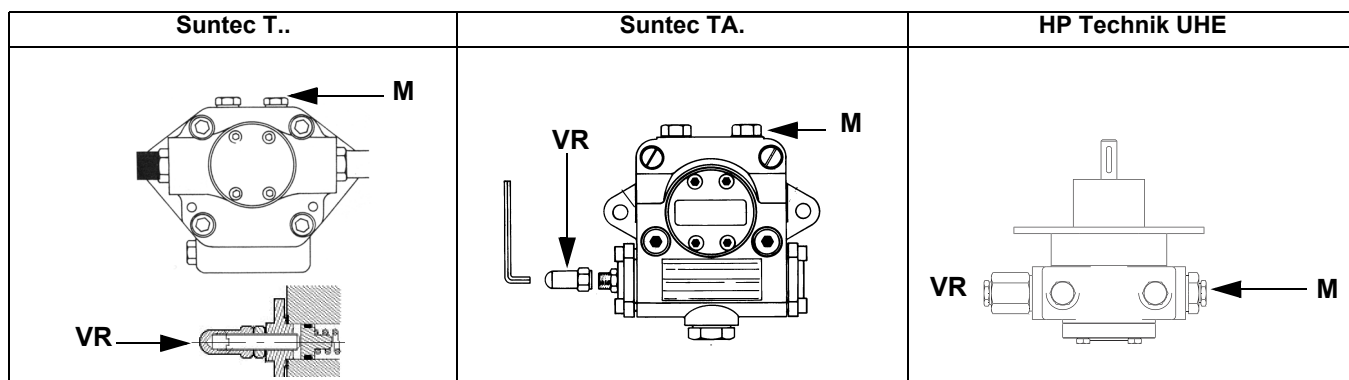
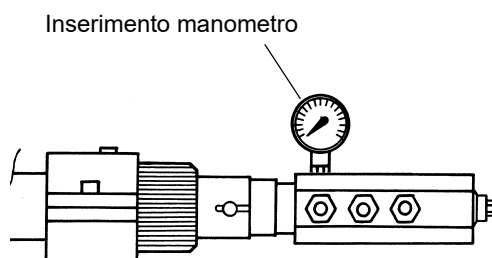

Fig. 5
Fig. 6
- 3 sfiatare l'aria dall'attacco (**M**) manometro della pompa (Fig. 5), allentando leggermente il tappo, senza toglierlo; quindi rilasciare il contattore.
- 5 Solo se necessario, regolare la pressione di alimentazione (vedi relativo paragrafo) nel modo seguente: inserire un manometro nella posizione indicata in Fig. 6 agire sulla vite di regolazione **VR** della pompa (vedi Fig. 5) fino ad ottenere una pressione all'ugello pari a 20 bar (ugelli Monarch o ugelli Bergonzo - vedere grafici a pag. 46);
3. Fissare VD rispettivamente con 2 viti M5, max. 5 Nm/44 in.lb, fig. 5/6.